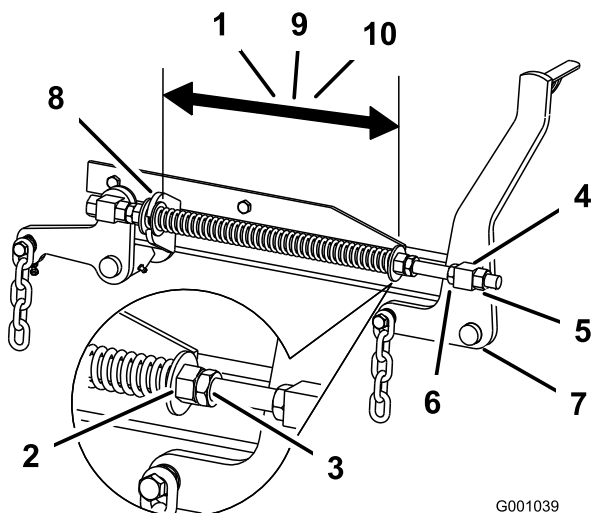

Figura 78
2. Compruebe la distancia entre las dos arandelas grandes, que debe ser de 28,2 cm (11-1/8 pulg.) para plataformas de cortacésped de 52 pulgadas, 26,7 cm (10-1/2 pulg.) para plataformas de cortacésped de 60 pulgadas ó 29,2 cm (11-1/2 pulg.) para plataformas de cortacésped de 72 pulgadas (Figura 78).
3. Ajuste esta distancia aflojando la contratuerca elástica y girando la tuerca que está delante de cada muelle (Figura 78). Gire la tuerca en el sentido de las agujas del reloj para acortar el muelle y en el sentido contrario a las agujas del reloj para alargar el muelle.
4. Fije la tuerca en la posición deseada apretando la contratuerca elástica (Figura 78).